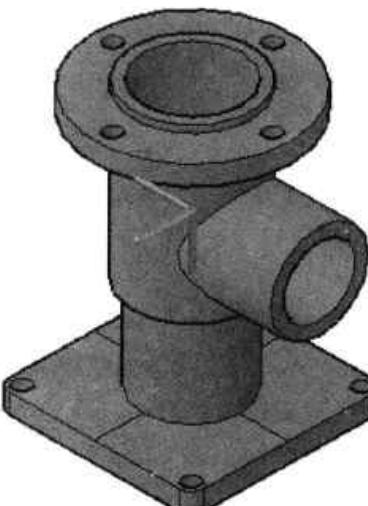

图13-69 修剪模型
**Step22** 将方形接头与直径为 40mm 的圆柱进行合并，再将直径为 30mm 的圆柱从合并实体中减去，如图 13-69 所示。至此三通模型已全部绘制完毕。